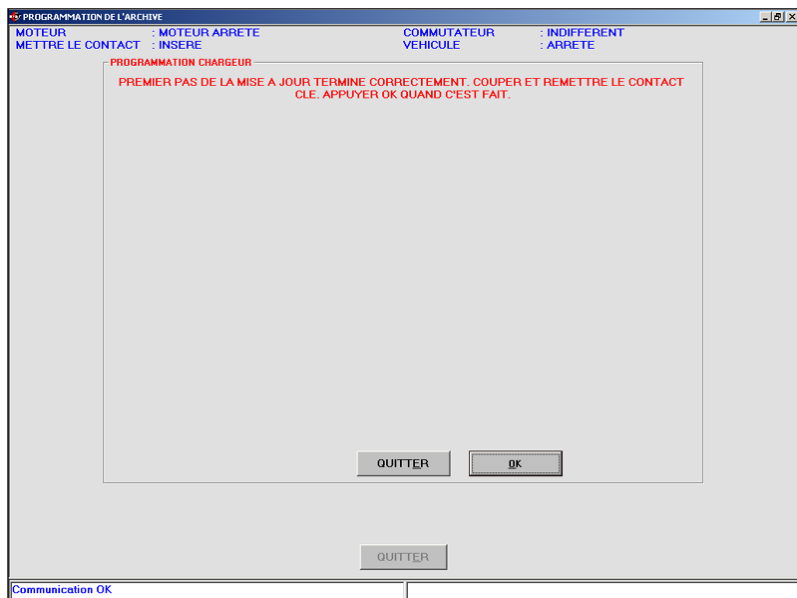

Fig. 4.40b - Mise à jour du chargeur – premier pas
1. Sur la centrale un chargeur avec version inférieure à 106 est présent. Dans ce cas la page-écran apparaît comme en figure 4.40A et l'écriture au centre de l'écran avertit que l'opération sera effectuée en deux pas: dans le premier on effectuera la programmation du chargeur avec version 106 (voir figure 4.40B) et dans le deuxième le chargeur, dernière version, présent sur le PC sera transféré. A la fin du premier pas il vous est demandé d'enlever et remettre le contact clé et d'appuyer OK, comme montré en figure 4.40B.